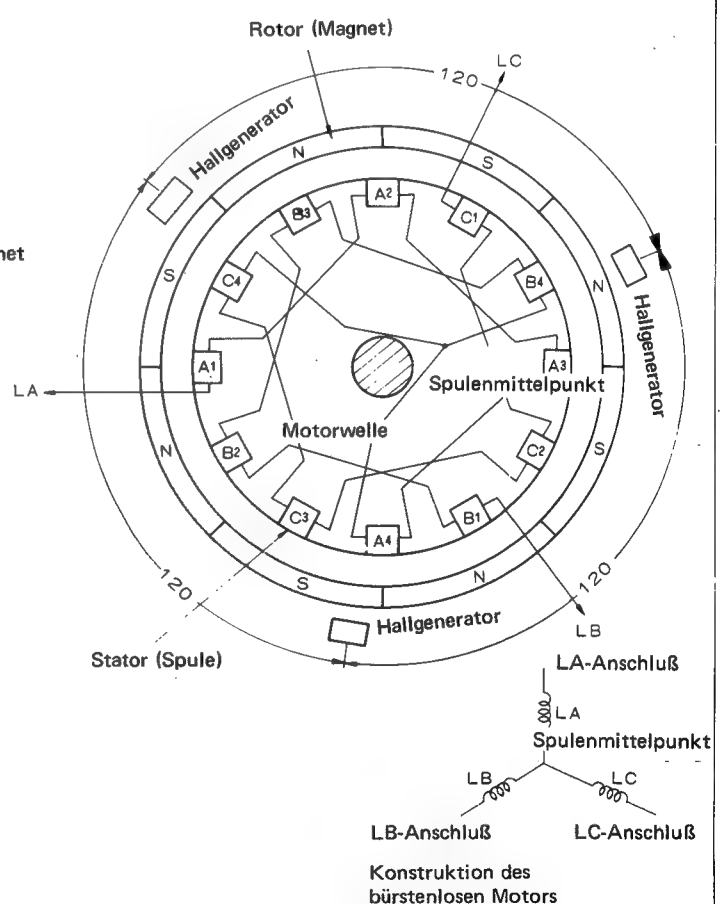
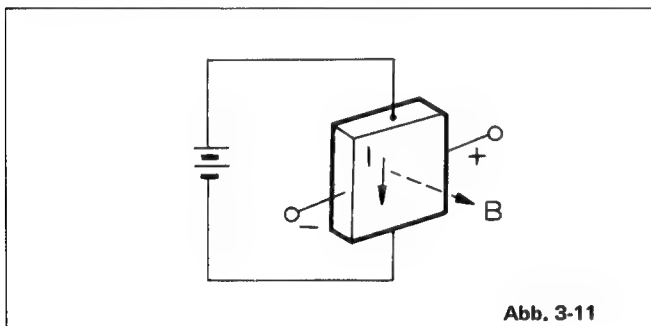

Abb. 3-10
Abb. 3-11
Während der Rotor eine Drehbewegung um 30° ausführt, wird Tr5 nichtleitend und Tr6 leitend. Das rotierende Magnetfeld des Stators hat jetzt eine Drehung um 60° durchgeführt und erscheint als (2). Der Rotor dreht daher in Pfeilrichtung zur Position (3). In dieser Weise wird die Schaltung der Transistoren und Rotation des Rotors fortgesetzt. Dies ist das Arbeitsprinzip des bürstenlosen Motors. Bei Verwendung als Direktantriebsmotor ist die Anzahl der Pole größer, um die Entstehung von Drehzahlabweichungen aufgrund von Drehmoment-schwankungen zu verhindern, desgleichen um die durch geringe Drehzahl verursachten Betriebsstörungen (Calking) zu beseitigen. Desgleichen werden Drehmoment und Trägheitskraft erhöht, um eine effektive und stabile Drehzahl zu produzieren. Hierzu wurde der äußere Rotor mit einem großen Durchmesser ausgelegt. Der verwendete bürstenlose Motor hat einen 3-Phasen, 4-Spulen, 8-Pol-Spulen Kern Außenläufer. (Siehe Abb. 3-10). Die Stellung des Rotors wird durch 3 Hallgeneratoren erfasst und ein IC (I704) schaltet den Motor-spulenstrom dem Ausgang der Hallgeneratoren entsprechend, wodurch die Rotation geregelt wird. Hallgeneratoren sind Metall bzw. Halbleiter-Chips zu Erfassung magnetischer Felder. Wenn Magnetfeld B an einen Halbleiter angelegt wird, durch den der Strom I fließt (siehe Abb. 3-11) entsteht eine Spannung, deren Richtung sowohl zum Strom als auch zum Magnetfeld senkrecht ist. Die Spannung ist proportional zur Stärke des Magnetfelds B und die Richtung der Spannung wird durch die Richtung des magnetischen Feldes bestimmt. Dieses Phänomen bezeichnet man als Hall-Effekt, man nutzt es zur Erfassung der Rotorposition.